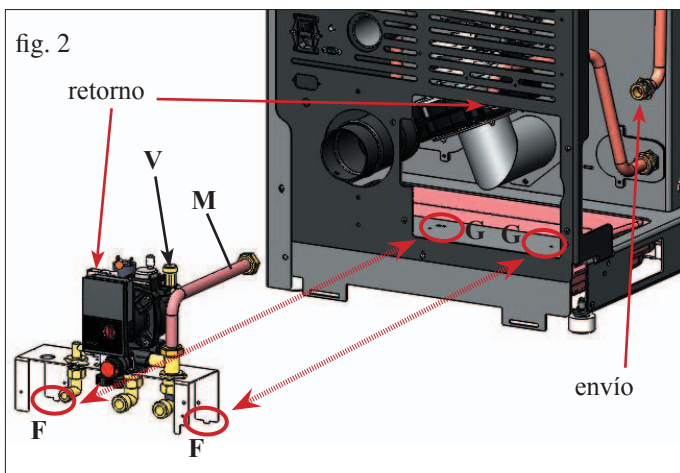

fig. 2
Conectar el tubo de envío de la caldera con el tubo de envío (M) del kit hidráulico interponiendo la junta 3/4" en dotación y enroscándolos entre sí con cuidado (fig. 2).
Conectar el tubo flexible del vaso de expansión al racord "V" del kit hidráulico (ver fig. 2)
Colocar el tubo de retorno de la caldera en la junta tórica y acoplarlo a la conexión en el cuerpo de la bomba de circulación del kit, fijándolo con el clip (fig. 2).